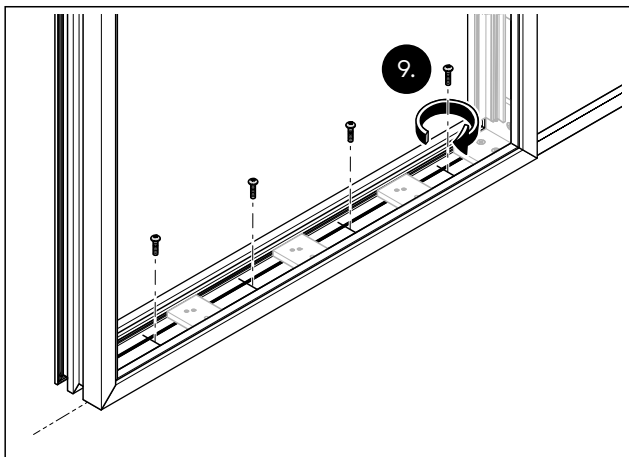

Abb. 24 Den Akustikelementrahmen am Boden befestigen
9. Den Akustikelementrahmen am Boden mit geeignetem Befestigungsmaterial befestigen (Abb. 24).